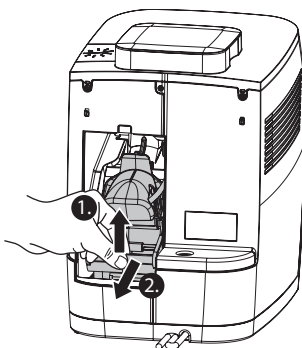

fig. 15: Extraer la unidad de vapor
4. Tire de la palanca roja de la unidad de vapor hacia arriba y extraiga la unidad de la máquina por abajo (fig. 15).